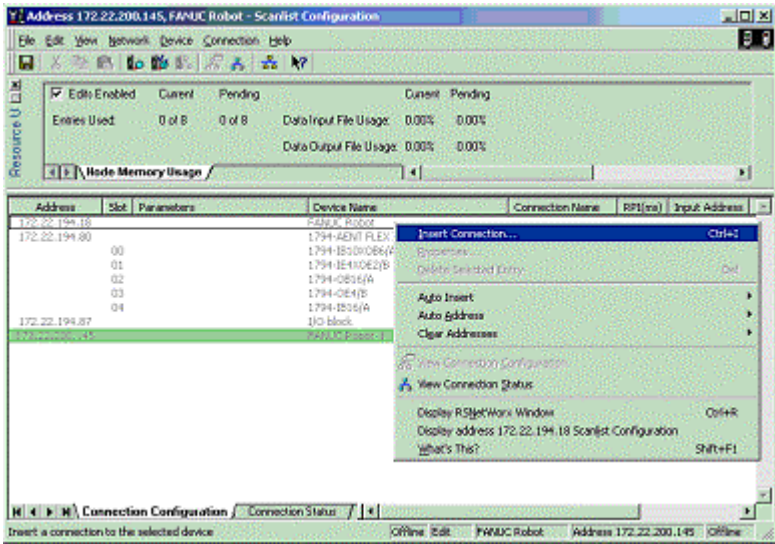

图 A.3 Insert Connection 画面
7. 弹出标题为“FANUC Robot–Scanlist Configuration”的新窗口。此设定窗口中,右键点击要在机器人的扫描清单中追加的设备,选择 Insert Connection(插入连接)。请参阅图 A.3。